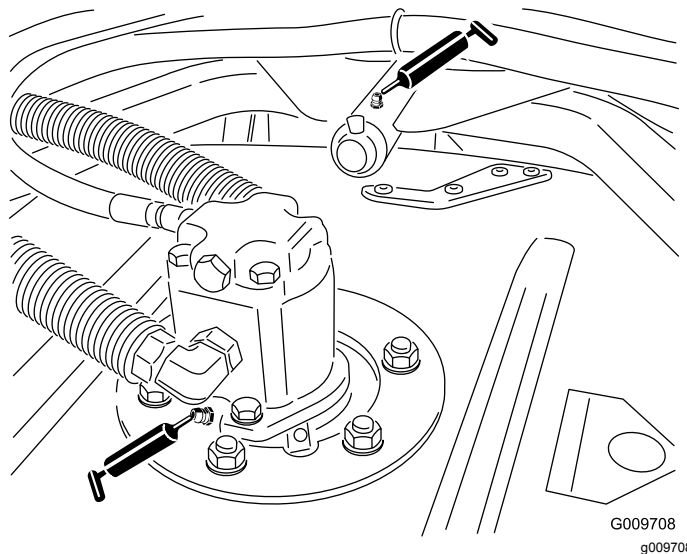

Рисунок 30
- Подшипники шпинделя режущего блока (по 2 шт. на режущий блок) (Рисунок 30)
- Втулки несущего рычага режущего блока (по 1 шт. на режущий блок) (Рисунок 30)